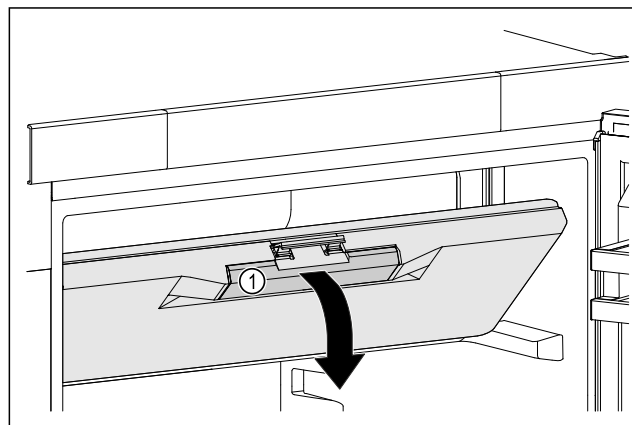

Fig. 48
- Primite vrata zamrzovalnega predala za vgrajen ročaj Fig. 48 (1).